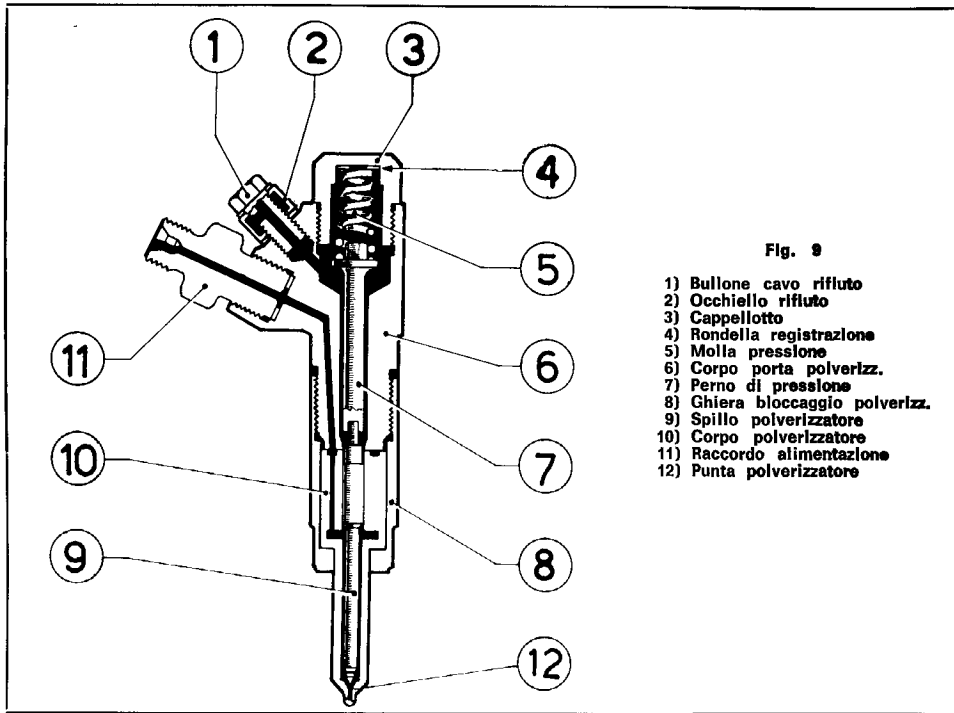

Fig. 9
In Fig. 9 è raffigurato il portapolverizzatore completo di pulverizzatore. La verifica periodica ha per scopo:
- a) Ripristinare la pressione di taratura qualora essa sia diminuita rispetto al valore di 200 Kg/cm² prescritto. A tale scopo si inseriscono rondelle di spessore apposito sotto la molla (Fig. 9 n. 5).